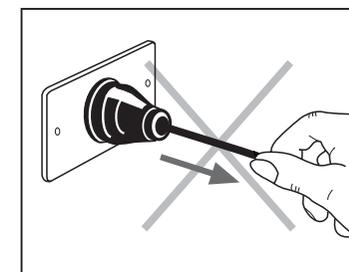

Abb. 2
- Um den Stecker aus der Steckdose zu ziehen, ziehen Sie nicht am Kabel oder das Gerät selbst. (Abb. 2)